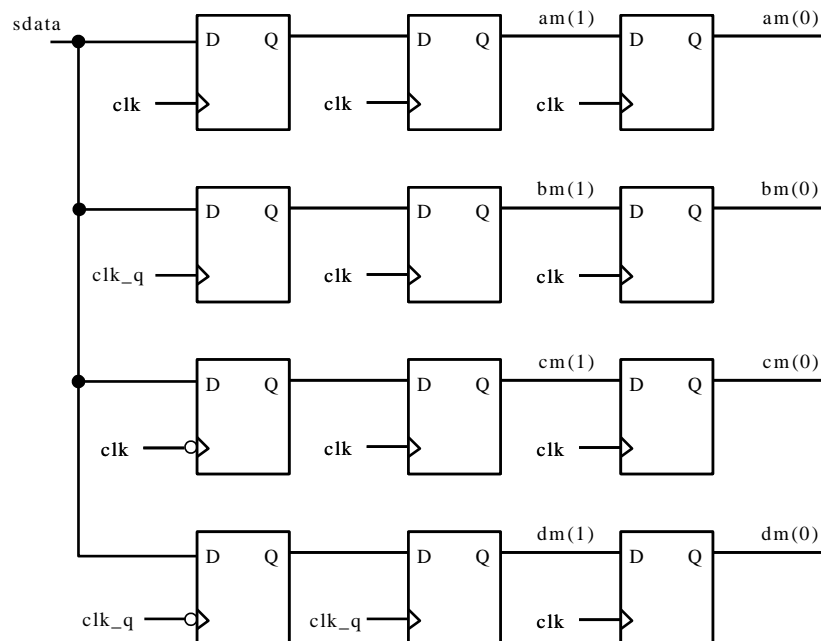
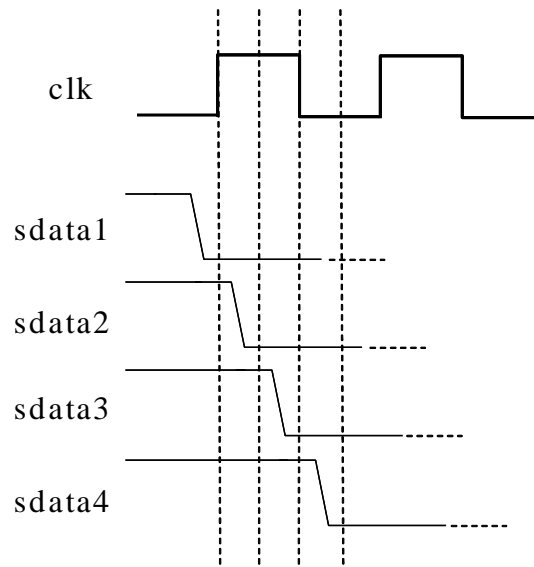

Figura 2.
Figura 3.
2. Dins del sistema considerat s'utilitza un sistema com el mostrat a la figura 2
- Utilitzant únicament funcions lògiques combinacionals, modificar de forma raonada el sistema mostrat a figura 2 per tal que sigui capaç de produir a la seva sortida una mostra correcta del senyal d'entrada *sdata*. **Nota:** Per resoldre aquest apartat és convenient tenir present les 4 possibles situacions del senyal *sdata* respecte al senyal *clk* que es mostren a la figura 3.